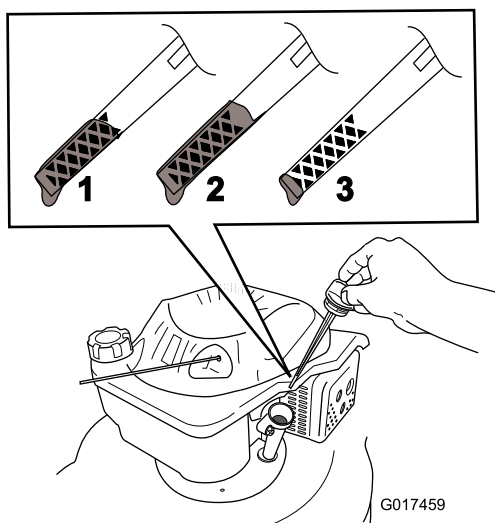

Figura 39
8. Retire la varilla y compruebe el nivel de aceite en la misma (Figura 39).